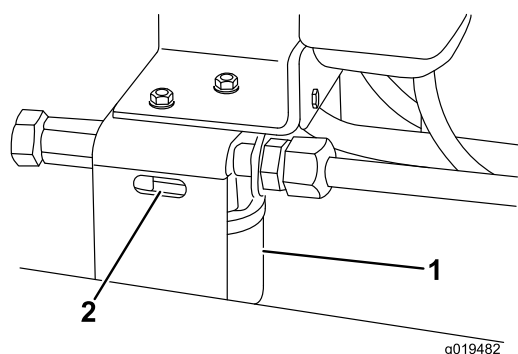

Figura 75
2. Pulite la superficie circostante il filtro. Collocate una bacinella di spurgo sotto il filtro, e togliete il filtro (Figura 75).